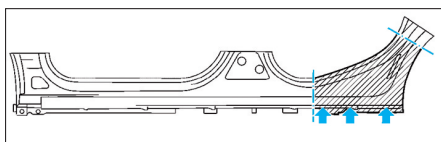

FIG. 28
- Effectuer trois trous oblongs de 5 x 18 mm (flèches) (Fig.28).